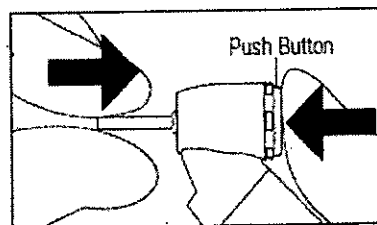

Fig. 2
- Inserte la fresa hasta que este correctamente colocada. Ver Fig. 2